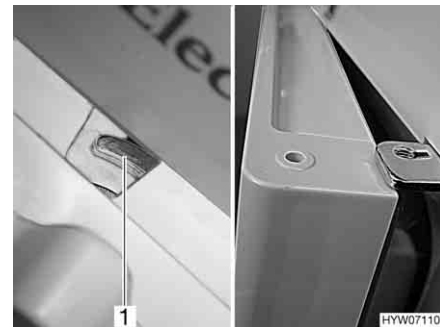

Bild 230 Lås till kylskåpsdörr/frysfacksdörr i ventilationsläge (Dometic 7-serie med separat frysack)
- Fäll låsanordningen helt åt höger. Kylskåpsdörrens/frysfacksdörrens läge låses av dörrspärren (Bild 230,1). Därvid stannar kylskåpsdörren/frysfacksdörren i lätt öppet läge (Bild 230).